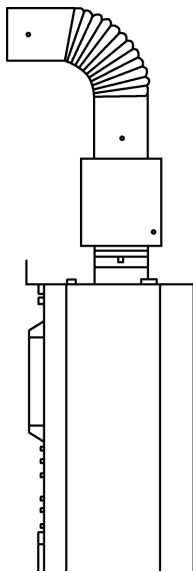

图 7-55 安装排烟管 (方式一)
7) 带机械式防冻装置的热水器, 安装时可根据实际情况, 选择图 7-55、7-56 中任意一种方式进行。